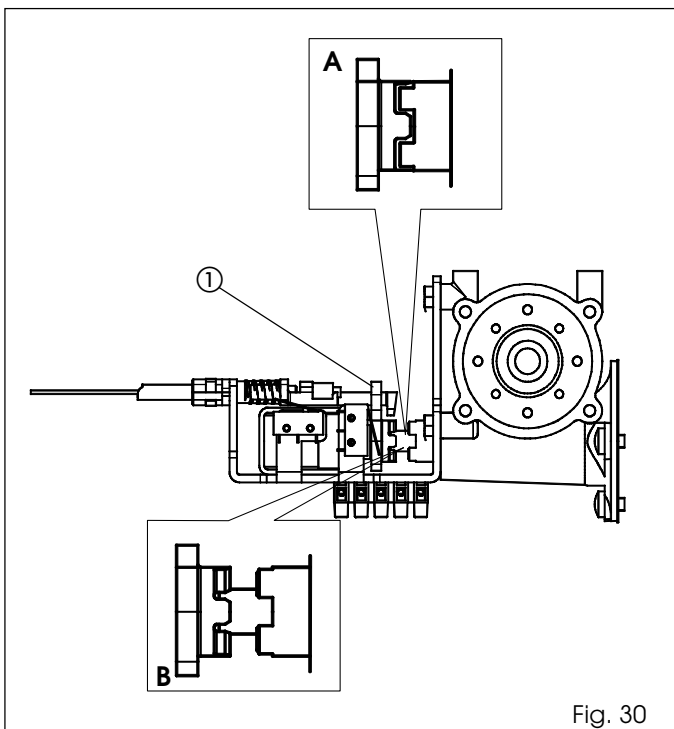
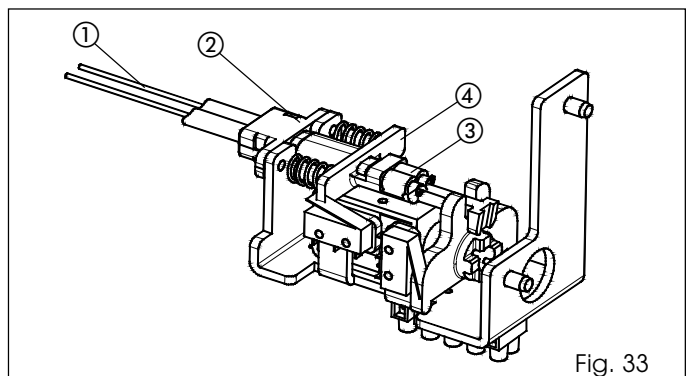

Fig. 30
Fig. 33
- Pousser manuellement le doigt (fig. 30 réf. ①) vers l'arbre moteur en vérifiant l'engrenage correct d'après la fig. 30 réf. A.
- Actionner le doigt (fig. 30 réf. ①) dans le sens vertical et vérifier la présence de jeu entre l'accouplement de l'arbre moteur et du verrouillage du moteur.
- Faire passer le câble (fig. 33 réf. ①) à l'intérieur de la pièce ② en laissant la gaine contre la butée.
- Introduire le câble sur la borne (fig. 33 réf. ③).
- Tirer la pièce ④ contre la butée (en comprimant les ressorts) et visser la vis de la borne ③ en bloquant le câble en acier.
- Vérifier que l'embrayage du verrouillage du moteur est indépendant de l'embrayage de l'arbre moteur (fig. 30 réf. B).